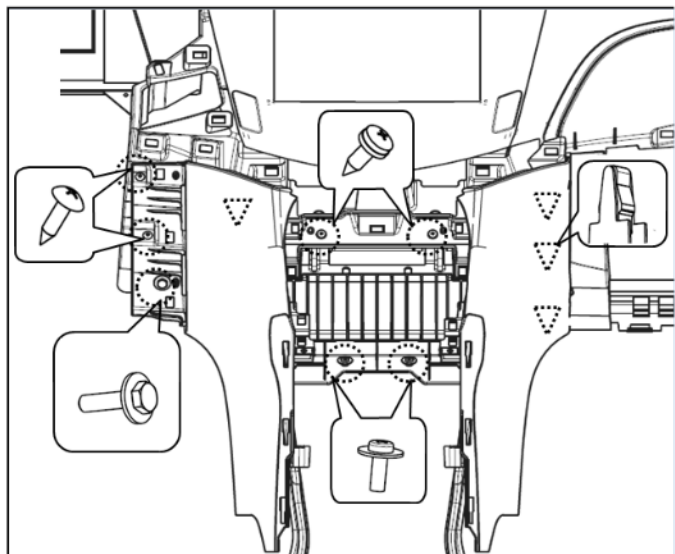

图1-1-20-1 仪表板下本体总成安装点示意图
- (1) 首先将图1-1-20-1中所示的所有螺钉和螺栓安装点拆除（共7处）；
- (2) 然后用手握住仪表板下本体两侧，小心用力拉拽，当4个双边卡扣安装点脱离仪表板上本体的安装点时即可取下仪表板下本体总成。